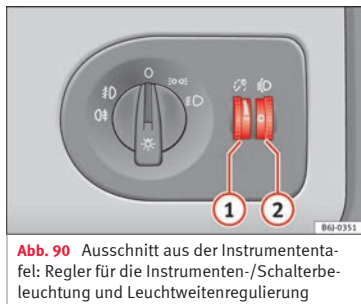

Abb. 90 Ausschnitt aus der Instrumententafel: Regler für die Instrumenten-/Schalterbeleuchtung und Leuchtweitenregulierung
Bei eingeschaltetem Licht lässt sich die Helligkeit der Instrumenten- und Schalterbeleuchtung durch Drehen des Rändelrades **» Abb. 90 ①** stufenlos regulieren.